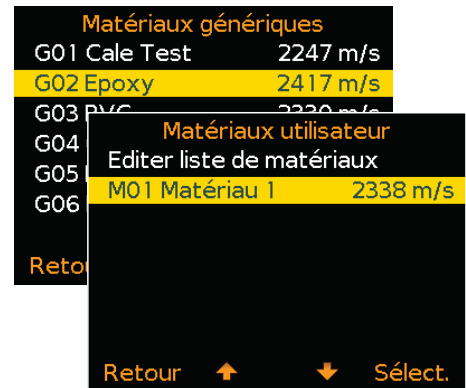

Figure 19
- 2 Utilisez les touches $\uparrow\downarrow$ pour mettre en surbrillance le revêtement souhaité, puis appuyez sur 'Sélect.' (Figure 19).